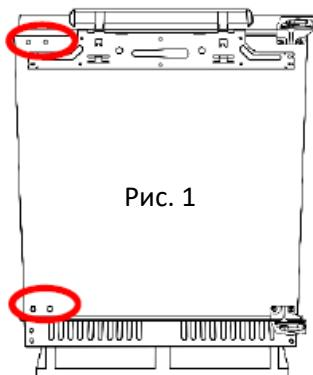

Рис. 1
- 1.** Снимите 4 крышки с резьбовых отверстий на передней части двери прибора сверху и снизу (Рис.1)